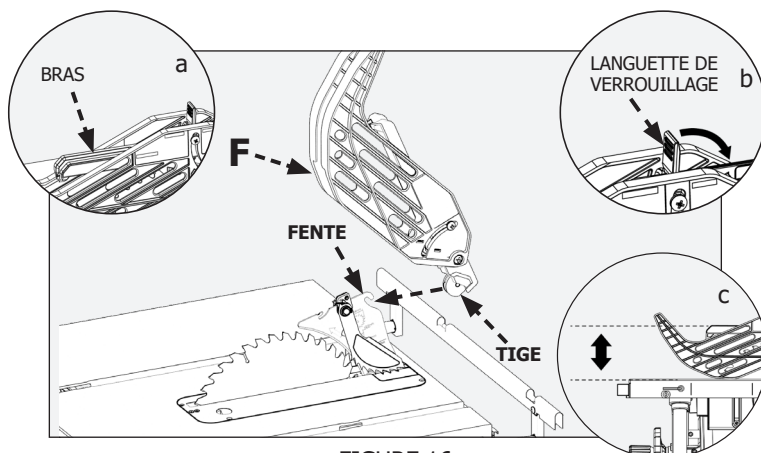

FIGURE 16
Tout en maintenant le protège-lame (F) en position verticale, comme illustré sur la figure 16, tirez la tige du protège-lame complètement vers le haut dans la fente arrière sur le couteau diviseur.